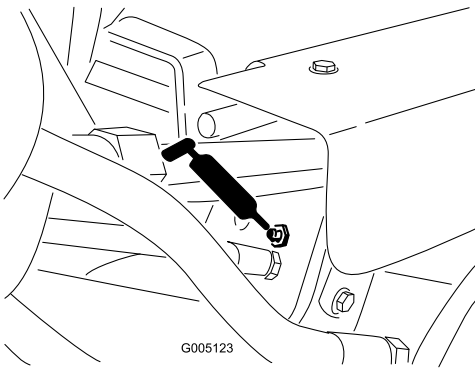

Figura 43
- Cilindros de elevación (3) (Figura 43)